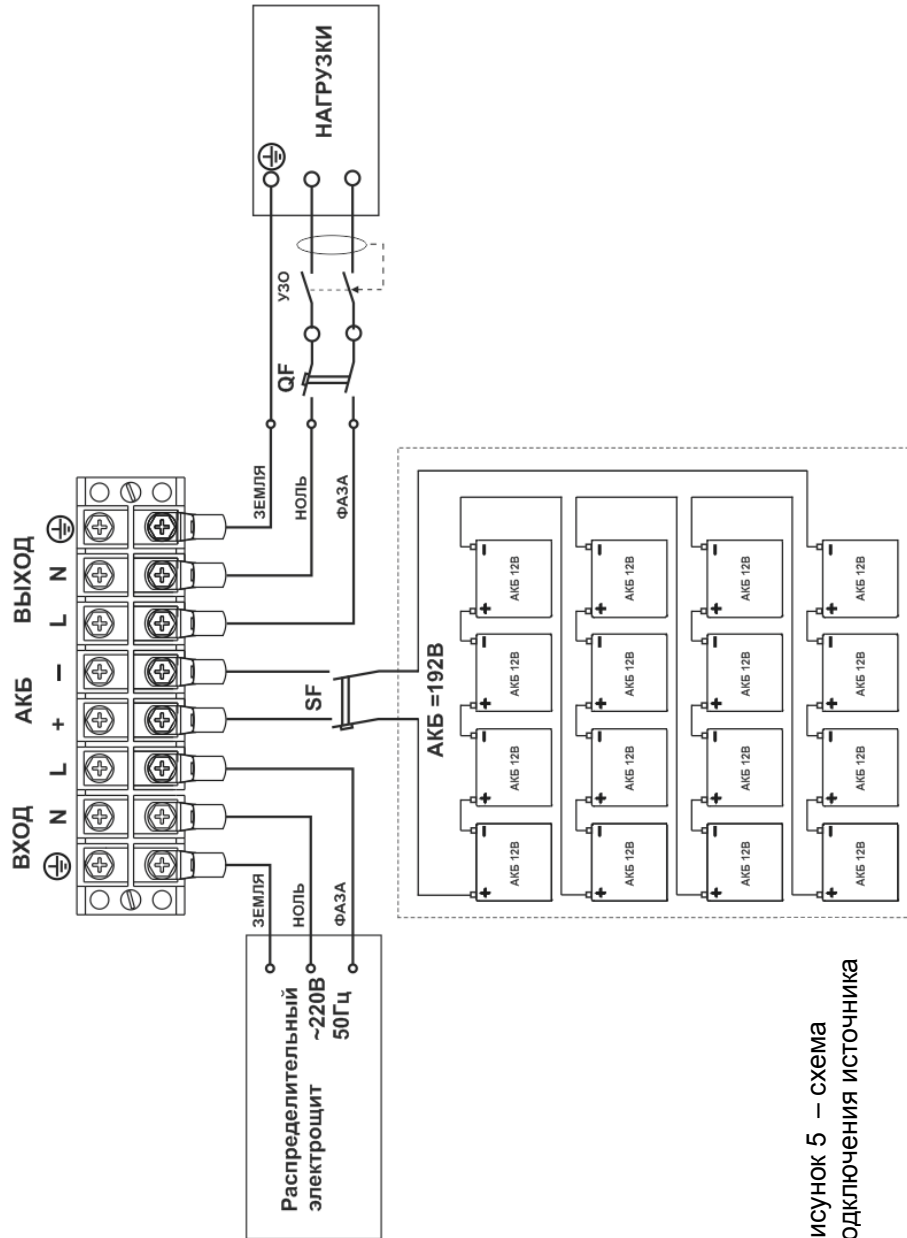

Рисунок 5 – схема
АКБ источника собирается из 16-ти, последовательно соединенных, необслуживаемых аккумуляторных батарей, с напряжением 12В каждая, в соответствии со схемой подключения, см. рисунок 5. Номинальное постоянное напряжение АКБ источника =192В.
Последовательность монтажа АКБ должна строго выполняться с большой аккуратностью и вниманием. Между АКБ и источником должен быть подключен автоматический выключатель постоянного тока (SF, см. рисунок 5).
- снять защитную панель с клеммного блока в нижней части задней стенки корпуса источника, подключение кабелей следует выполнять в соответствии со схемой подключения (см. рисунок 5);
- подключить, соблюдая фазировку, провода заземления, кабелей подключения питающей сети и нагрузок к соответствующим зажимам клеммного блока, используя кольцевые клеммы (входят в комплект поставки) (см. рисунок 5);
- с помощью кабеля АКБ (входит в комплект поставки) подключить, соблюдая полярность автоматический выключатель АКБ (SF, на номинальный ток 63А, в комплект поставки не входит), к соответствующим зажимам клеммного блока источника: черный провод кабеля к клемме минус, красный провод кабеля к клемме плюс (см. рисунок 5);
- включите защитный автоматический выключатель нагрузок (QF, см. рисунок 5);